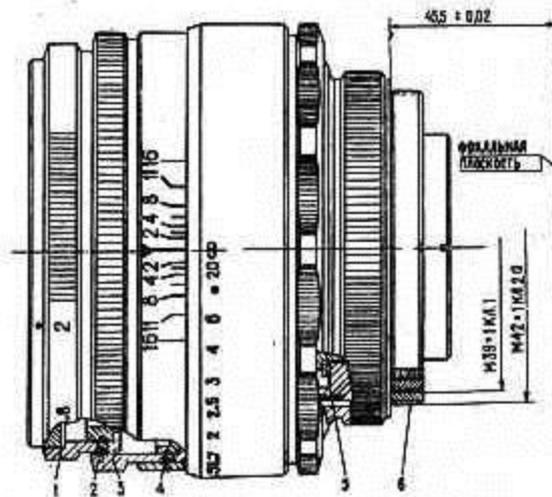

Рис. 2
- объективы «Гелиос-44», «Гелиос-40», «Юпитер-6» – рис. 2, поз. 6;